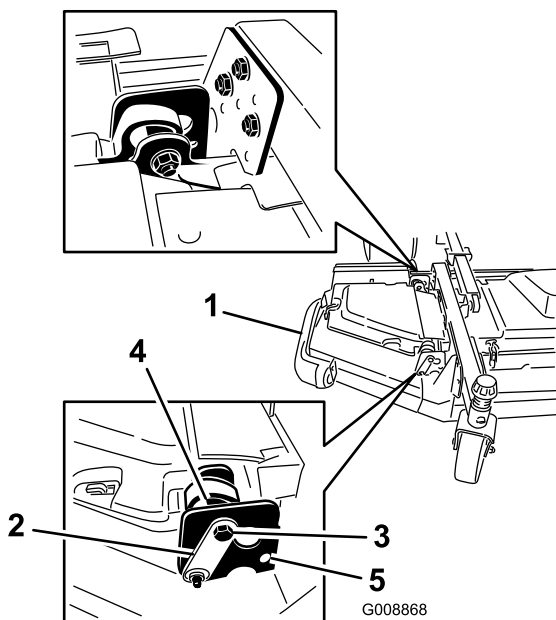

Figura 4
4. Montate i bulloni di arresto anteriore e posteriore attraverso i fori di montaggio superiori e gli eccentrici (Figura 4).